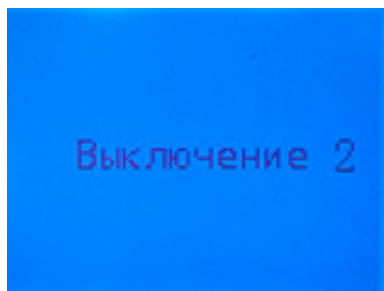

Рисунок 7
3.4.3 Для выключения прибора необходимо в «основном режиме измерения» нажать и удерживать кнопку . На экране появиться надпись «Выключение» и начнется обратный отсчет (рисунок 7). Не отпускайте кнопку , пока прибор не выключиться. Для прерывания процесса выключения, в момент обратного отсчета отпустите кнопку , прибор вернется к «основному режиму измерения».